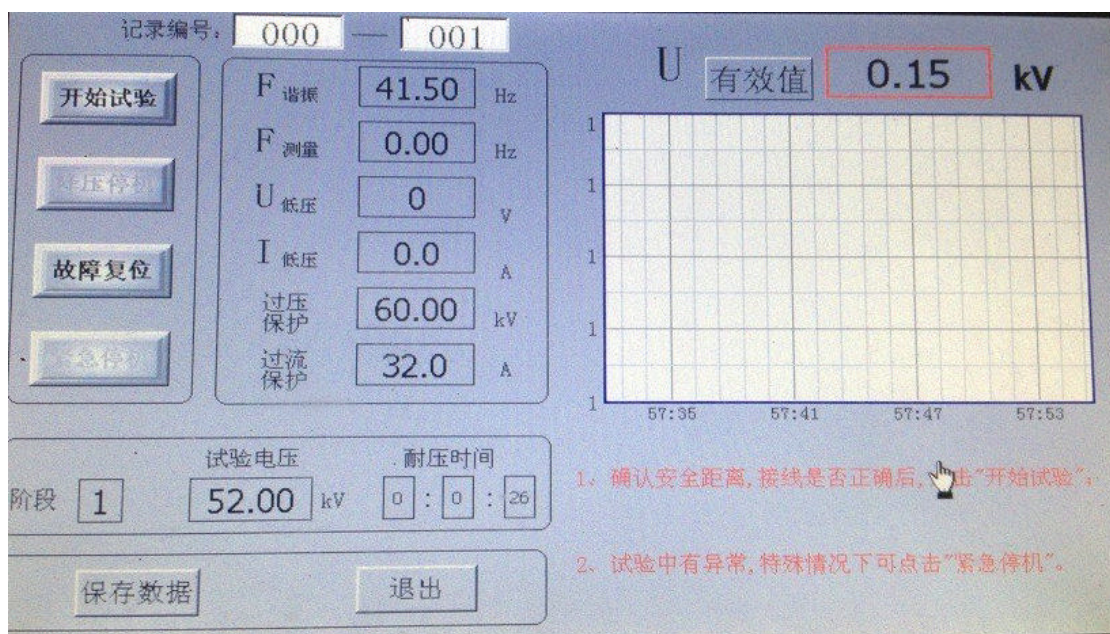

图 6
- **自动试验：**当“参数配置”设置完时，点击“自动试验”，进入“自动试验”界面，显示界面如图 6 所示。